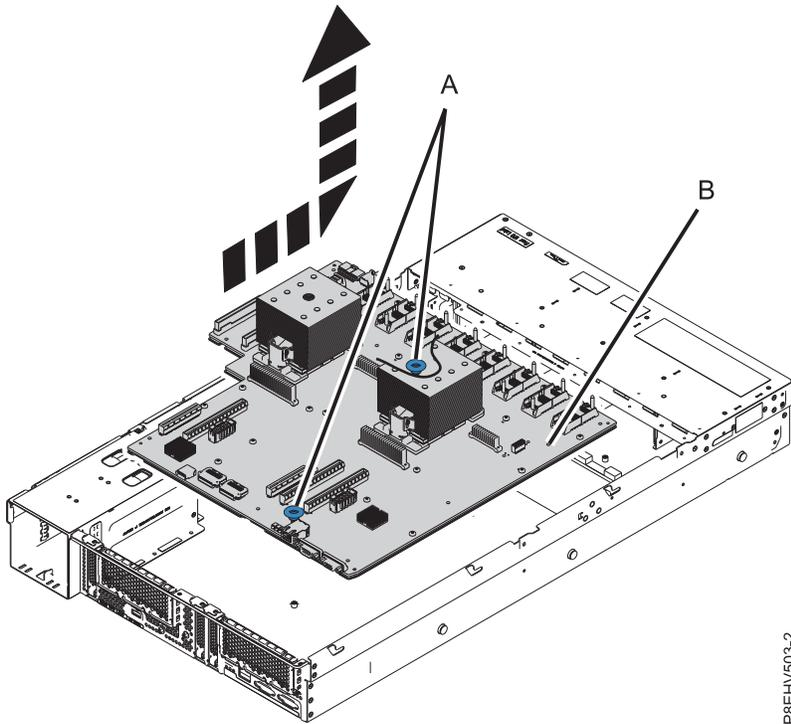

図 118. システム・バックプレーンを持ち上げて外す
14. 青色のリフト・ポイント (A) を使用して、システム・バックプレーン (B) をファン側にスライドさせ、持ち上げて外します。 105 ページの図 118を参照してください。